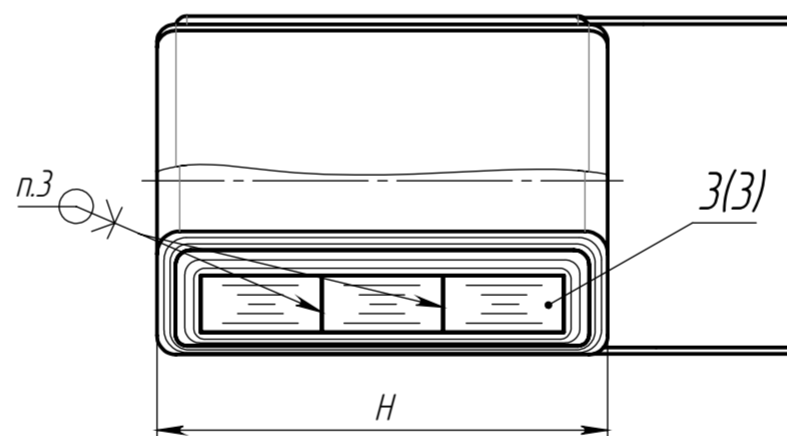

Рис. 4
12. Обмотку II мотать проводом поз.4 начиная от середины катушки, противоположно выводам 1,2. Намоточный провод разделить на две равные части. Последующие витки укладывать в обратную сторону, равномерно распределяя по длине намотки (см. табл.1, рис.4). Выводы 3, 4 вывести согласно чертежу, длиной одного витка и добавочно 50 мм, зачистить и залудить на 10мм.